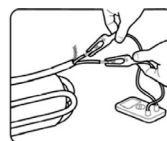

Рис. 1
2. **Измерьте и запишите исходное сопротивление каждого элемента (рис. 1).** Внесите данные о сопротивлении в гарантийный талон. Эти данные должны соответствовать заводским параметрам в пределах допустимого отклонения в диапазоне от - 5 до + 10 % указанного в паспортных данных (измерение сопротивления необходимо производить при + 20 °С). Сопротивление изоляции должно быть более 1 МОм. Если какое-либо из показаний не соответствует допустимому диапазону значений, свяжитесь с местным поставщиком.